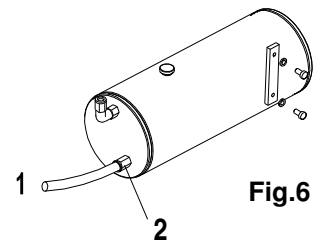

Fig.6
- 4.5. Si es necesario sustituir todo el aceite, sitúe el gato entre dos soportes de manera que pueda retirarse el tubo (1, fig.6) del racord (2) por el que saldrá el aceite y recogerse en un contenedor para entregarlo a un gestor autorizado. Pueden utilizarse también otras formas para la retirada del aceite: Mediante extractor neumático de aceite, situando el gato en posición lateral inclinada, desmontando el depósito etc.
- 4.5. If all of the oil needs to be replaced, position the jack between two supports so that the connecting tube can be removed (1, Fig.6) (2) through which the oil will flow and be collected in a container which will be handed over to an authorised agent. Other methods may also be used to remove the oil: Using a pneumatic oil extractor, positioning the jack in a slanted lateral position, removing the tank etc.
- 4.5. S'il est nécessaire de remplacer la totalité de l'huile, situer le cric entre deux supports de manière à pouvoir retirer le tube (1, fig. 6) du raccord (2), par lequel l'huile s'évacue et peut être collectée dans un conteneur afin de la remettre à une société spécialisée dans son élimination et recyclage. L'huile peut également être extraite par d'autres moyens : à l'aide d'un extracteur d'huile pneumatique, en inclinant le cric en position latérale, en démontant le réservoir, etc.
- 4.5. Wenn das ganz Öl ersetzt werden muss, stellen Sie die Hebewinde zwischen zwei Halterungen, sodass das Rohr (1, Abb. 6) des Anschlussstutzen (2), durch den das Öl herausläuft, entfernt werden und dieses in einem Behälter aufgefangen werden kann, das dann einem zugelassenen Entsorgungsunternehmen übergeben wird. Das Öl kann auch auf andere Weise entfernt werden: Über einen luftdruckbetriebenen Ölabsauger. Dafür wird die Hebewinde seitlich geneigt aufgestellt, der Behälter abmontiert etc.